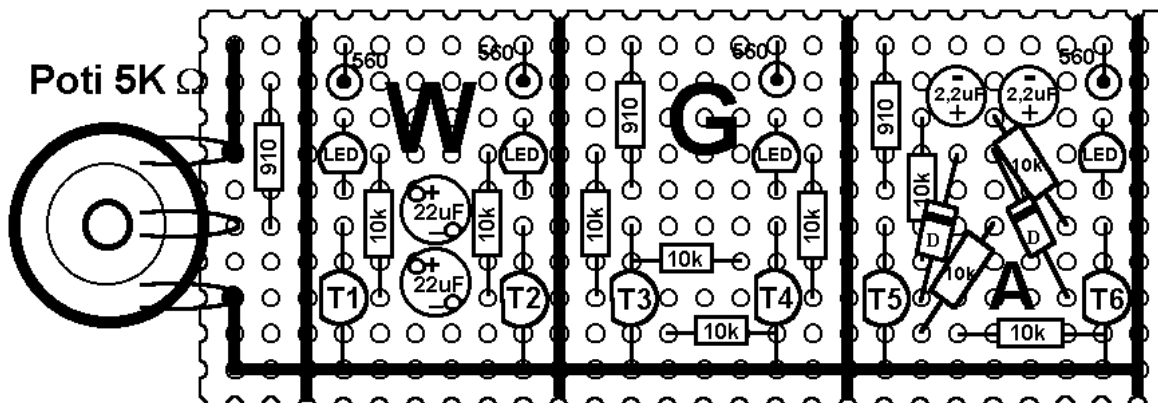

Abb. 2: 1. Teil des Platinenlayouts: Bauteile
13. Setze ebenso den **2. Kondensator (C2)** über dem ersten ein. Ziehe den **Plusanschluss** über 2 Löcher hinweg waagrecht zum Kollektor des 2. Transistors und löte ihn dort an. (Dreierlötstelle 3). Biege den **Minusanschluss** des oberen Kondensators in einem Bogen zur Basis des ersten Transistors, ohne die anderen Drähte zu berühren. Das war die letzte Lötstelle des Wechselblinkers (4).
18. Die **4 Zählbausteine** sind völlig **baugleich**, darum ist auch **nur ein Platinenlayout** vorhanden. Setze die **4 Kollektorwiderstände** (910 Ohm) ein und verbinde sie mit der Plusleitung und den darunter liegenden Kollektoren. Baue dann nach Plan (Abb. 2) die **unteren Querwiderstände R8** (10k Ohm) ein. Alle **vier LED leuchten**, die Bausteine sind **monostabil (TEST wie bei 5)**. Baue auch die **oberen Querwiderstände** ein (10k Ohm, schräge). Die Bausteine sind **bistabil (Test wie bei 6)**. Wenn alle 4 Zählbausteine bistabil funktionieren, hast du die **5. Elektronik-Hürde** genommen.
19. **Die Vollendung** der Zählbausteine. Die weiteren Elektronik-Bauteile dienen zur **Frequenzhalbierung** zwischen Eingangsimpulsen und Ausgangsimpulsen. Setze sie in die Platine und löte zuerst die 4 „Dreierlötstellen“, dann die beiden „Viererlötstellen“. Die „Zweierlötstelle“ zwischen den Kondensatoren ist der **Eingang (J), A und /A (A-quer) sind die beiden Ausgänge** des Zählbausteines „Achter“ (Entsprechend bei den anderen Bausteinen).